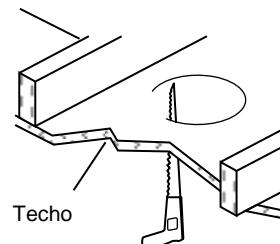

Fig. 1
2. Using a keyhole saw make a 4 1/4 " hole in the ceiling surface. (Fig. 1) (**Note:** Be sure not to make the hole any larger than specified by the template. An oversized hole may not allow for proper installation.)
2. Con una sierra de calar crea un agujero 4 1/4" (10,8 cm) de la superficie del techo. (Fig. 1) (**Nota:** Asegúrese de no hacer el agujero más grande que especificado por la plantilla. Un agujero de gran tamaño puede evitar la instalación correcta.)
2. Utilisez une scie à guichet pour pratiquer une ouverture de 4 $\frac{1}{4}$ po (10,8 cm) de diamètre dans la cloison du plafond. (Fig. 1) (**Note:** veiller à ce que l'ouverture ne dépasse pas les dimensions prescrites par le gabarit. Une ouverture trop grande pourrait nuire à l'installation adéquate du luminaire.)